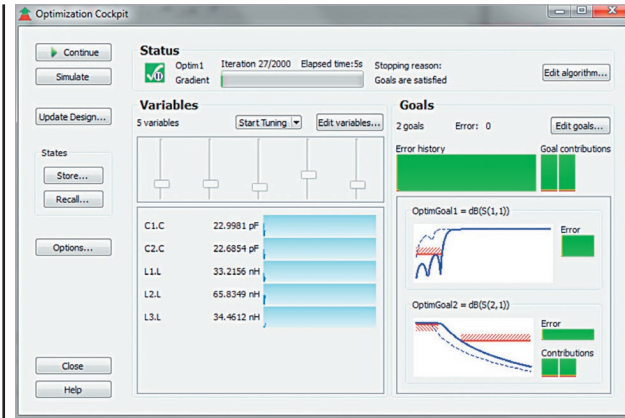

Рис. 28
- Можна змінити налаштування цілей оптимізації, натиснувши кнопку Edit goals (Редагувати цілі) (рис. 28).